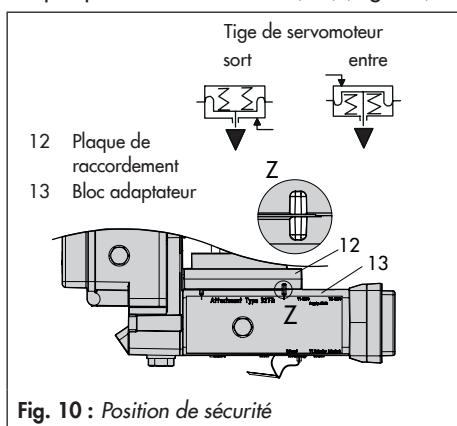

Fig. 10 : Position de sécurité
7. Introduire les vis (13.1) dans les orifices centraux du bloc adaptateur (13).
8. Enfoncer la plaque de raccordement (12) avec le joint (12.1) sur les vis (13.1) en position de sécurité « Tige sort par manque d'air » ou « Tige entre par manque d'air » selon la configuration choisie. La position de sécurité est active lorsque la rainure du bloc adaptateur (13) correspond à celle de la plaque de raccordement (12) (Fig. 10).
9. Monter le bloc adaptateur (13) et la plaque de raccordement (12) sur le servomoteur à l'aide des vis (13.1).